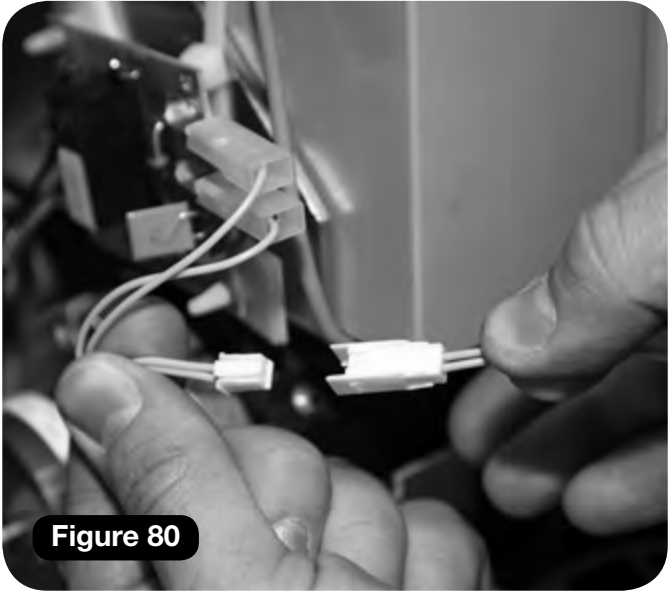

Figure 80
- g Connectez les faisceaux de câbles du repose-pieds électrique (jaune double) (**Figure 80**).